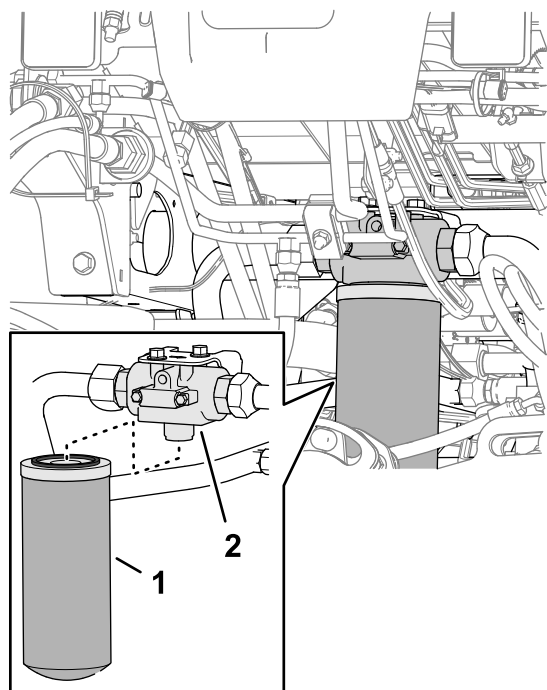

Figura 148
2. En la parte delantera de la máquina, coloque un recipiente de vaciado debajo del filtro de retorno (Figura 148).